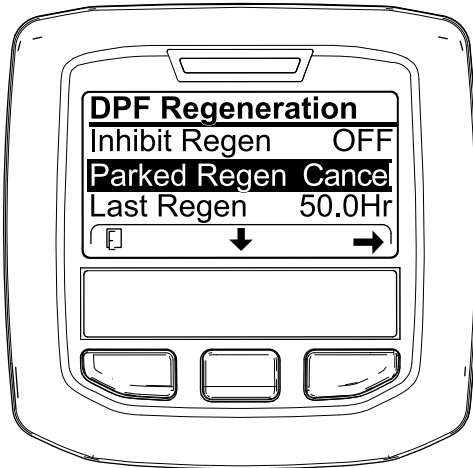
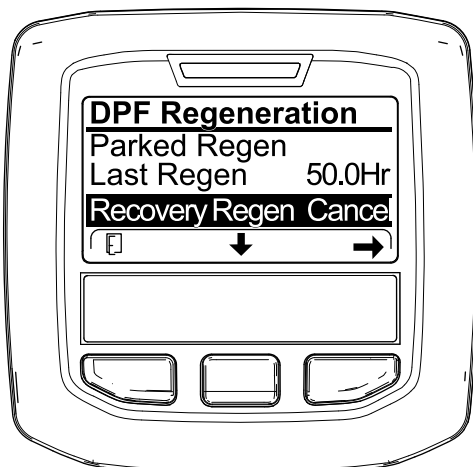

Figure 87
Figure 88
1. Ouvrez le menu Régénération du FAP (Figure 87).
2. Appuyez sur le bouton central pour naviguer jusqu'à l'option PARKED REGEN CANCEL (Figure 87) ou RECOVERY REGEN CANCEL (Figure 88).
3. Appuyez sur le bouton droit pour sélectionner l'option Regen Cancel (Figure 87 ou Figure 88).